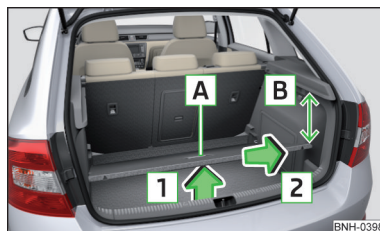

Abb. 113
- › Den variablen Ladeboden am Griff **A** in Pfeilrichtung **1** anheben, sodass sich dessen hinterer Bereich etwa 15 cm **B** unterhalb der Kante der Abdeckung befindet » Abb. 113.
- › Den variablen Ladeboden am Griff **A** » Abb. 113 fassen.
Beim Herausnehmen/Einsetzen des variablen Ladebodens ist der Abstand von 15 cm **B** » Abb. 113 unterhalb der Kante der Abdeckung einzuhalten - andernfalls besteht die Gefahr einer Beschädigung der Gepäckraumklappendichtung.